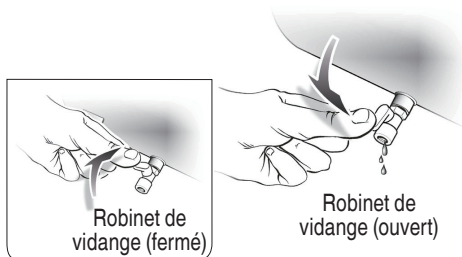

Fig. 12
### Pour vider le réservoir : (Fig. 12)
- Ouvrir le robinet de vidange qui se trouve sous la partie inférieure du réservoir (Fig. 12). La pression du réservoir doit être en dessous de 10 psi lors de la vidange du réservoir.